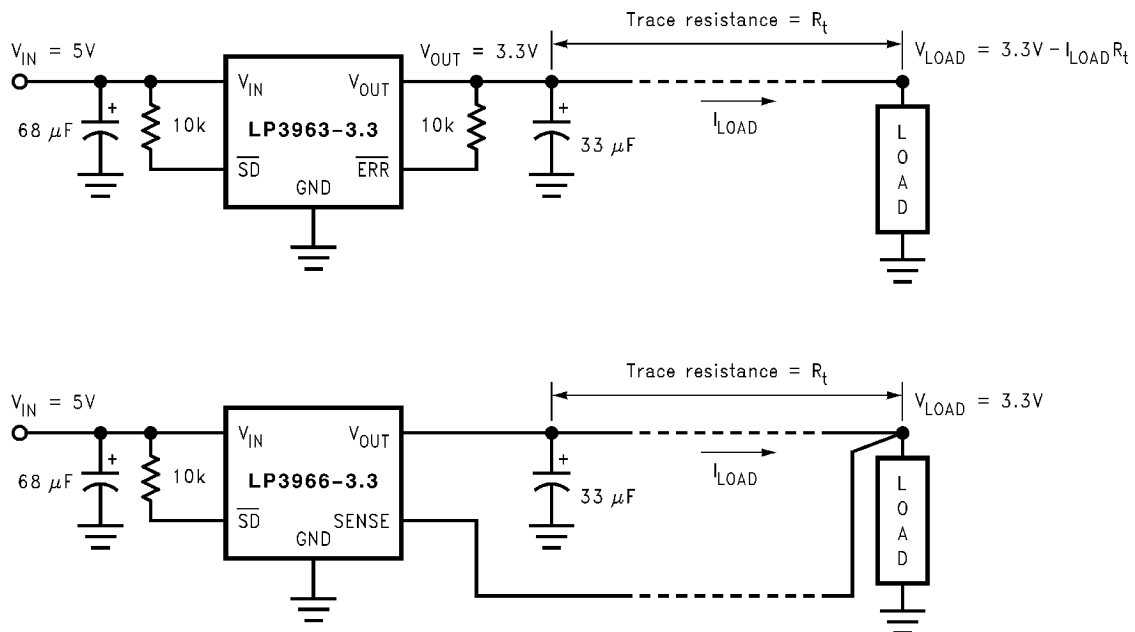

FIGURE 2. Improving remote load regulation using LP3966
LP3966 の SENSE ピンを使用すると、レギュレータ出力と負荷が近接していないアプリケーションにおいても、離れた負荷に対して良好なレギュレーションが可能です。Figure 2 に SENSE ピンの効果を示します。LP3963 は、出力ピン位置における電圧値によりレギュレータ出力を制御しています。そのため、離れたところにある負荷点での電圧は、レギュレータの出力電圧から配線抵抗によって生じる電圧降下分を引いた値となります。たとえば、出力が
3.3V で配線抵抗が $100\text{m}\Omega$ の場合、負荷電流 I_{LOAD} が 3A ならば離れた負荷点での電圧は 3V となります。一方の LP3966 は、SENSE ピンの電圧値によってレギュレータ出力を制御します。Figure 2 に示すように、負荷の電圧を SENSE ピンに戻すことで、離れた負荷点でも正しいレギュレータ出力電圧を得ることができます。SENSE オプション・ピンが不要のときは、SENSE ピンを V_{OUT} ピンに接続しておく必要があります。